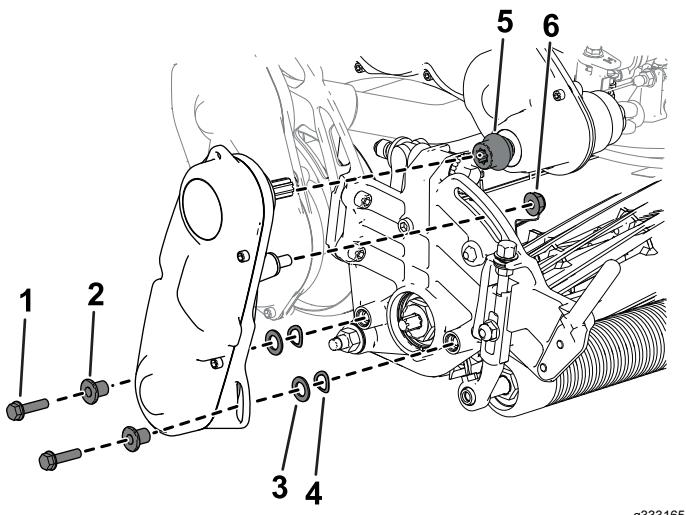

Figura 8
- D. Instale el acoplamiento en el árbol de transmisión (Figura 8).
- E. Utilice las fijaciones que retiró anteriormente para instalar el conjunto de transmisión del molinete en la unidad de corte (Figura 8).
- F. Asegúrese de que el acoplamiento (Figura 8) se puede mover fácilmente hacia delante y hacia atrás en el árbol de la transmisión.